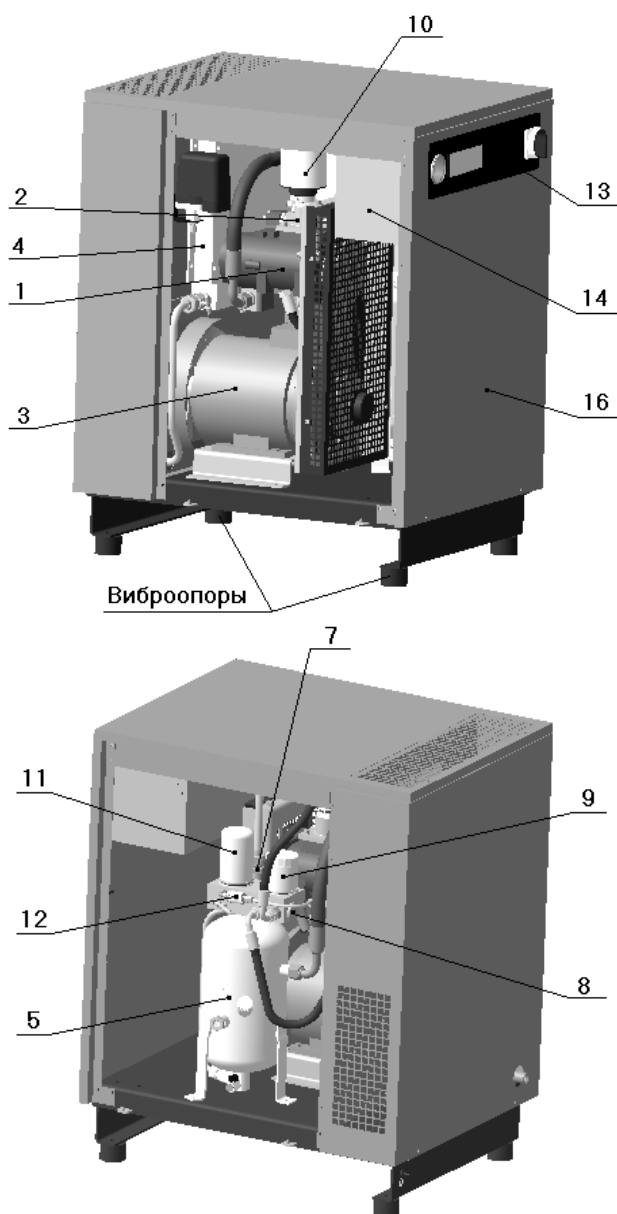
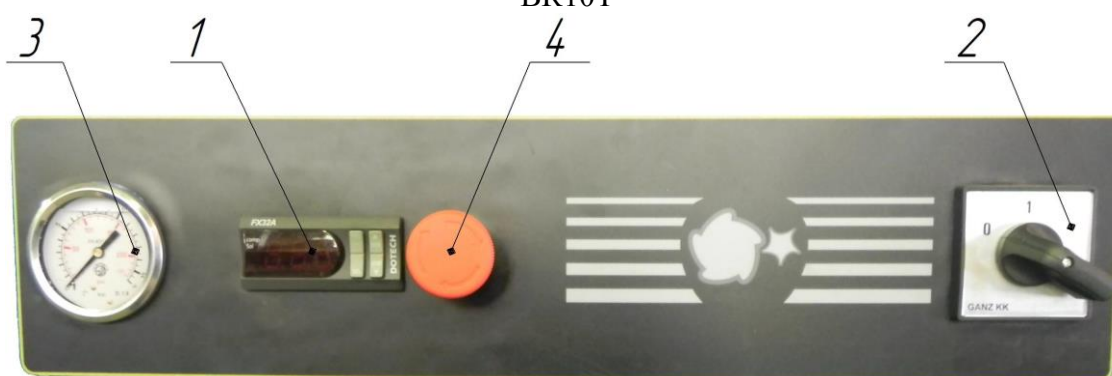
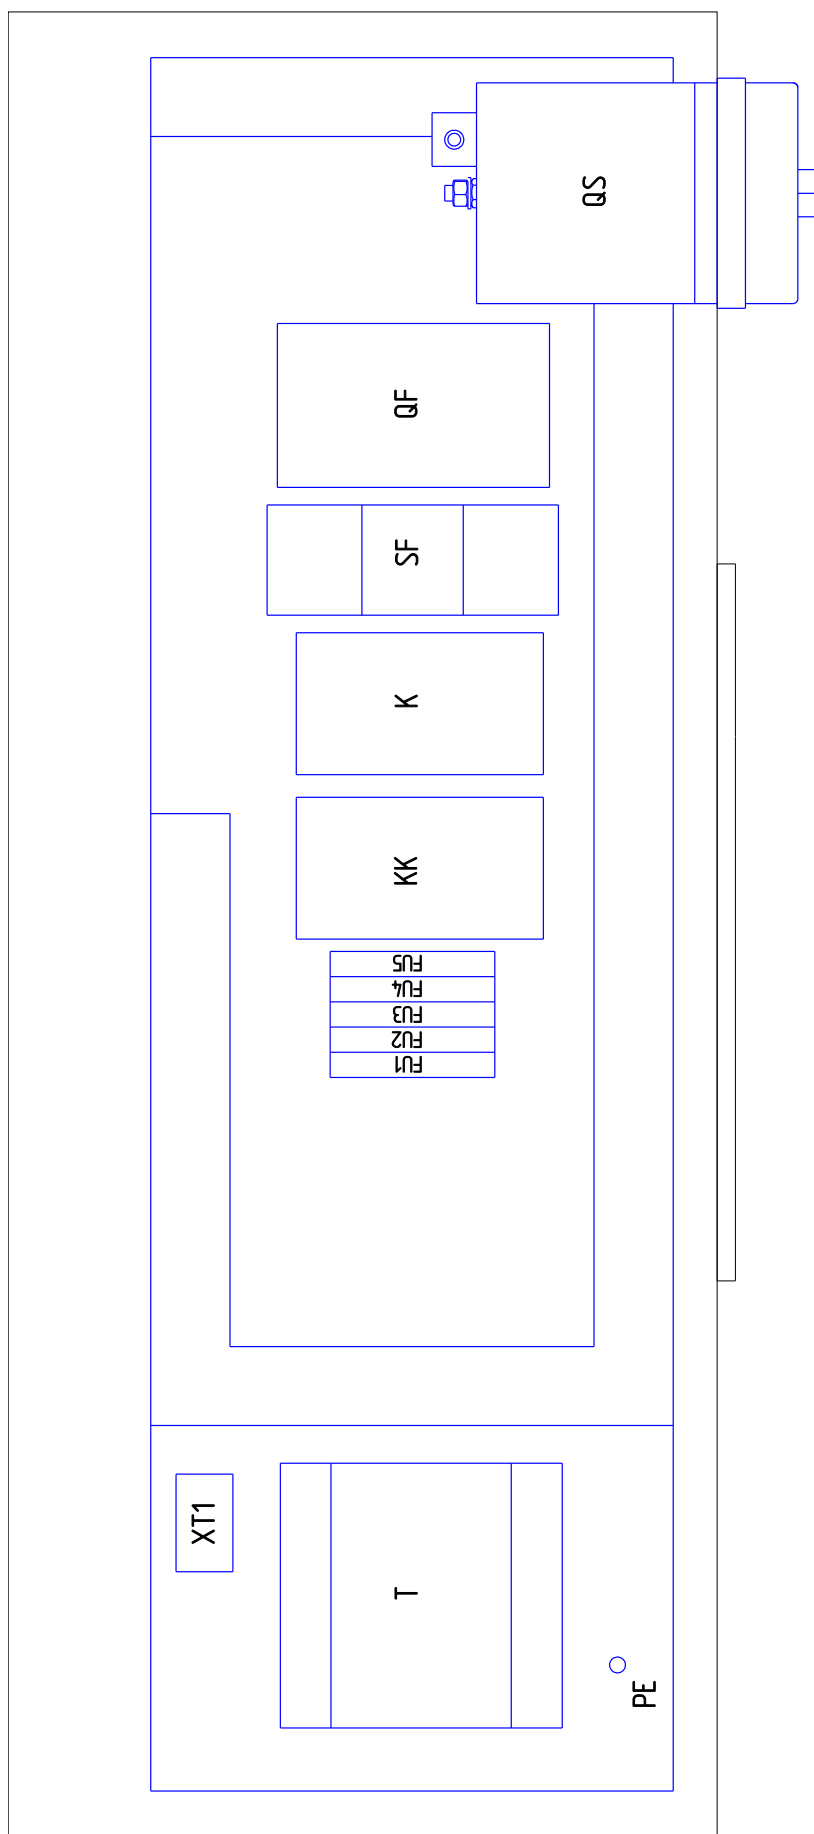

Рисунок 1 – Общий вид компрессорной установки ВК5Т-..., ВК7Т-..., ВК10Т-...
Рисунок 5
Рисунок 6 – Блок-схема платы монтажной BK5T, BK7T, BK10T
1 – Винтовой блок предназначен для выработки сжатого воздуха. Винтовые блоки, применяемые в компрессорных установках, приведены в таблице 3 (см. рисунок 1 или 2). В корпусе винтового блока расположены: винтовая группа, пропускные каналы для воздуха и масла, присоединительные фланцы.
2 – Клапан всасывающий (см. рисунок 1 или 3) воздушный выполняет функцию подачи воздуха в камеру сжатия и предотвращения выброса наружу сжатого воздуха и масла в момент останова установки при любом давлении подачи сжатого воздуха. Переключение клапана всасывающего в режим "ЗАГРУЗКА" или "ХОЛОСТОЙ ХОД" осуществляется при помощи клапана электромагнитного, который управляется программируемым контроллером от сигнала датчика давления.
3 – Электродвигатель (см. рисунок 1 или 2) предназначен для привода винтового блока.
4 – Воздушно-масляный радиатор (см. рисунок 1 или 2) односекционный выполняет функции охлаждения. Радиатор охлаждается проходящим через него потоком воздуха, который нагнетается вентилятором, установленным на втором конце вала электродвигателя привода установки.
5 – Маслосборник (см. рисунок 1 или 3) выполняет следующие функции:
7 – Клапан минимального давления (см. рисунок 1 или 3), установленный на линии нагнетания, предназначен для поддержания минимального давления в пределах 0,2...0,4 МПа внутри установки до тех пор, пока давление в распределительной сети не уравнивается с давлением внутри установки. Одновременно этот клапан выполняет функцию обратного клапана, блокируя установку от распределительной сети во время ее останова или работы на холостом ходу.
8 – Термостат (см. рисунок 1 или 3) состоит из запорного плунжера и термочувствительного глицеринового элемента, изменяющего направление потока масла в зависимости от температуры и смонтирован в корпусе, на котором также установлен фильтр масляный.
9 – Фильтр масляный (см. рисунок 1 или 3) неразборный изготовлен в металлическом корпусе. Он расположен в контуре смазки и предотвращает попадание твердых частиц на рабочие поверхности винтов и подшипников. Его замена необходима после выработки часов, указанных в разделе "ТО", а частота замены напрямую зависит от технического обслуживания воздушного фильтра и от качества масла.
10 – Фильтр воздушный (см. рисунок 1 или 2) впускной открытого типа. Функция воздушного фильтра - предотвращение попадания загрязняющих частиц в зону винтовой группы и систему смазки. Некачественное обслуживание воздушного фильтра приводит к уменьшению срока службы блока винтового.
11 – Фильтр-маслоотделитель (сепаратор) (см. рисунок 1 или 3) завершает операцию отделения масла от сжатого воздуха и обеспечивает остаточное содержание масла в сжатом воздухе не более 3 мг/м³. Пропускная способность фильтра-маслоотделителя зависит от качества масла и его рабочей температуры.
12 – Визуализатор возврата масла (см. рисунок 1 или 3) предназначен для визуальной оценки количества масла на возврате из фильтра-маслоотделителя. Масло, отделенное фильтром-маслоотделителем, возвращается в систему смазки установки. Функцией визуализатора является управление расходом возвратных потоков воздуха и масла. Визуализатор позволяет проверить эффективность работы фильтра-маслоотделителя и системы сепарации.
13 – Панель управления (см. рисунок 1 или 2). На лицевую сторону панели управления вынесены следующие органы управления (рисунок 5):
14 – Шкаф с электроаппаратурой (см. рисунок 1 или 2) представляет собой короб закрытого типа с установленной платой, на которой смонтирована пускорегулирующая аппаратура и устройства защиты (блок-схема см. рисунок 6), доступ к которым осуществляется путем демонтажа верхней панели корпуса и крышки шкафа.
16 – Корпус шумозащищенного исполнения (см. рисунок 1 или 2) служит для снижения уровня шума в рабочей зоне установки.
- 4) Плавкие предохранители - (см. рисунок 6) защита цепей управления и сигнализации;